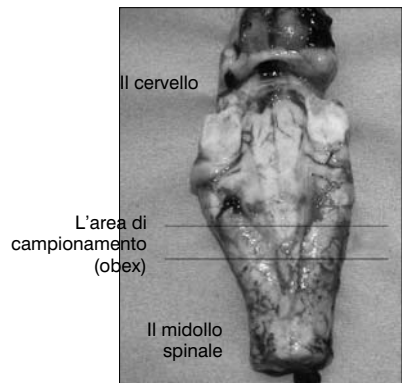

Figura 1. Tronco cerebrale bovino.
4. Il cilindro della siringa si sposterà attraverso il tronco cerebrale e dentro la regione dell'obex. È necessario assicurarsi che la siringa abbia raggiunto la porzione superiore dell'area di campionamento (vedi Figura 1). Il cilindro dovrebbe ora contenere il campione dell'obex.